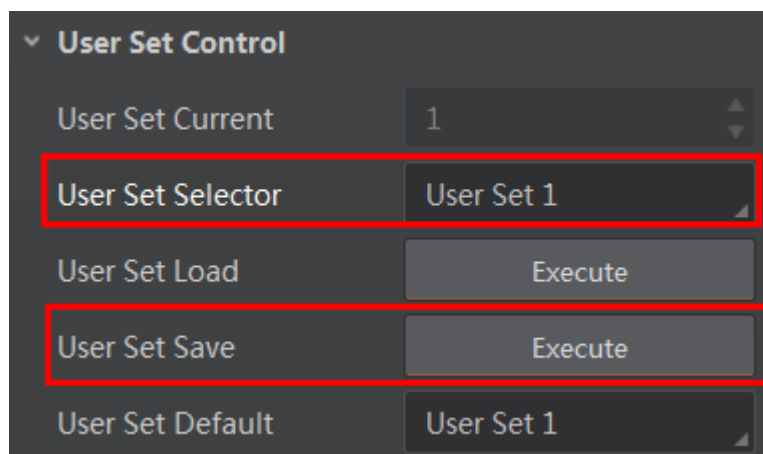

图5-8 保存参数
- 保存参数：找到 *User Set Control* 属性，*User Set Selector* 参数下拉选择一组用户参数，单击 *User Set Save* 处的 *Execute*，将当前参数保存到选择的用户参数中，如图 5-8 所示。